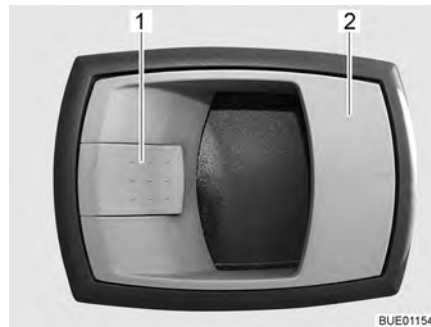

Fig. 30 Cerradura de la puerta de entrada, en el interior
- Abrir:* ■ Tirar del tirador (Fig. 30,2). Se desbloqueó la cerradura de la puerta.
- Bloquear:* ■ Presionar la palanca de retención (Fig. 30,1).